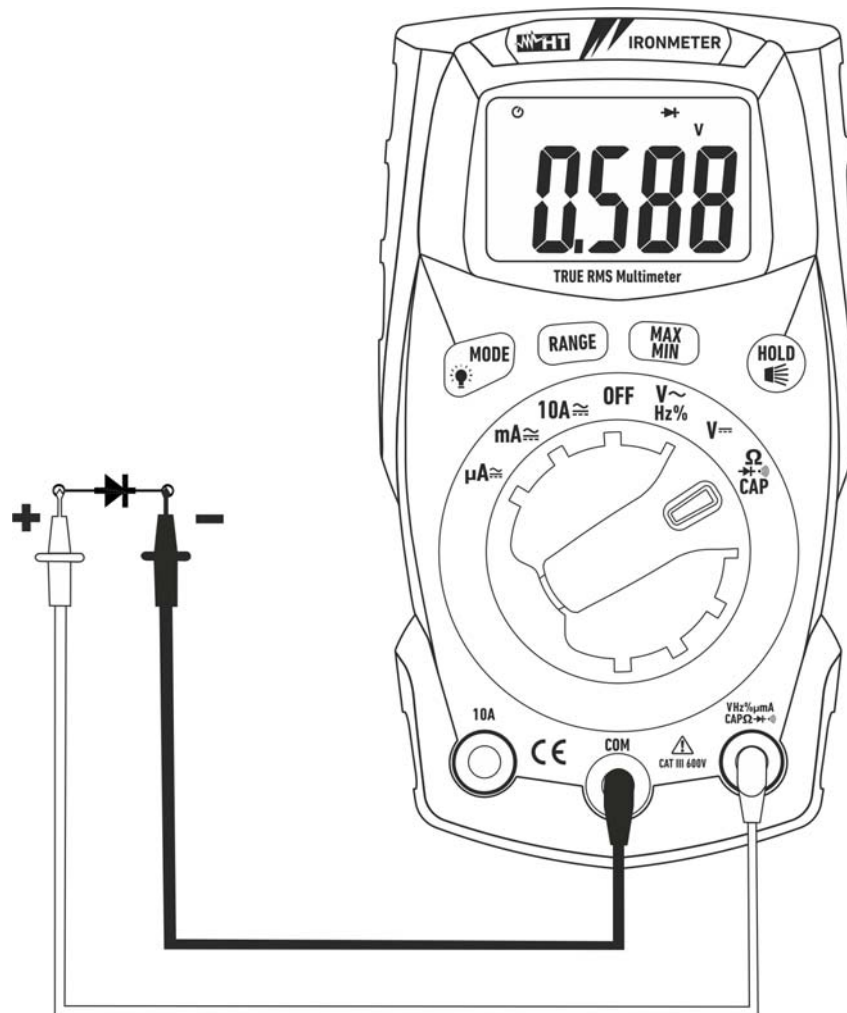

Fig. 6: Uso dello strumento per la Prova Diodi
4. Posizionare i puntali ai capi del diodo in esame (vedere Fig. 6) rispettando le polarità indicate
7. Se lo strumento visualizza il messaggio "**O.L**" i terminali del diodo sono invertiti rispetto a quanto indicato in Fig. 6 oppure la giunzione P-N del diodo è danneggiata